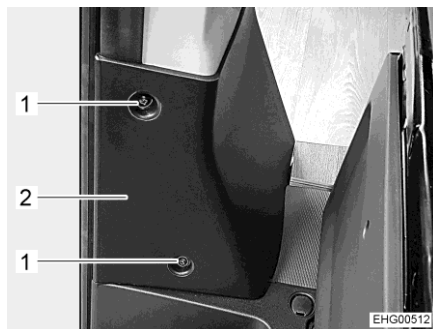
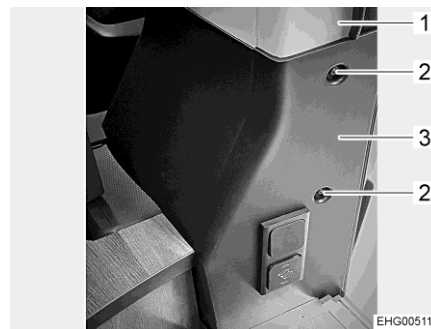

Fig. 97 Cubierta (vista desde la puerta de la cabina del conductor)
Fig. 98 Cubierta (vista desde la puerta corredera)
- Desenroscar los 2 tornillos (Fig. 97,1), así como los 2 tornillos (Fig. 98,2) y retirar la cubierta (Fig. 97,2 y Fig. 98,3) de la columna B (Fig. 98,1).